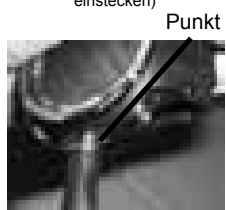

Abb. 176 - PCI-KABEL
- > Drehen Sie den Stecker im Uhrzeigersinn, bis der rote Punkt in 1-Uhr-Position liegt und einrastet (Abb. 176). Dann loslassen.